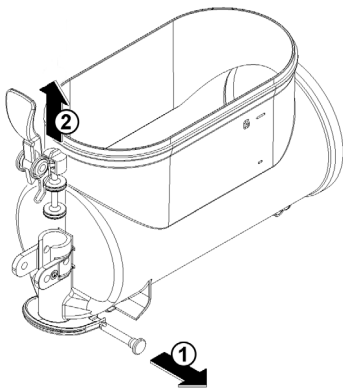

figura 10
**5** Disassemblare il rubinetto con la sequenza indicata (vedere figura 10).
**3** Riasssemblare il rubinetto sul contenitore con sequenza inversa rispetto a quanto fatto per lo smontaggio (vedere figura 10).